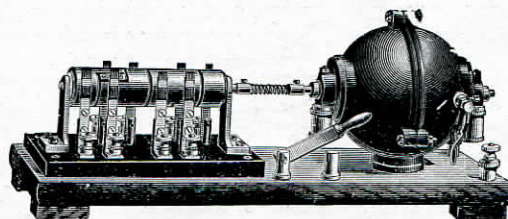

FIG. 35
**Commutateur tournant.** Pour mesures de self-induction (figure 35)..... 300. »